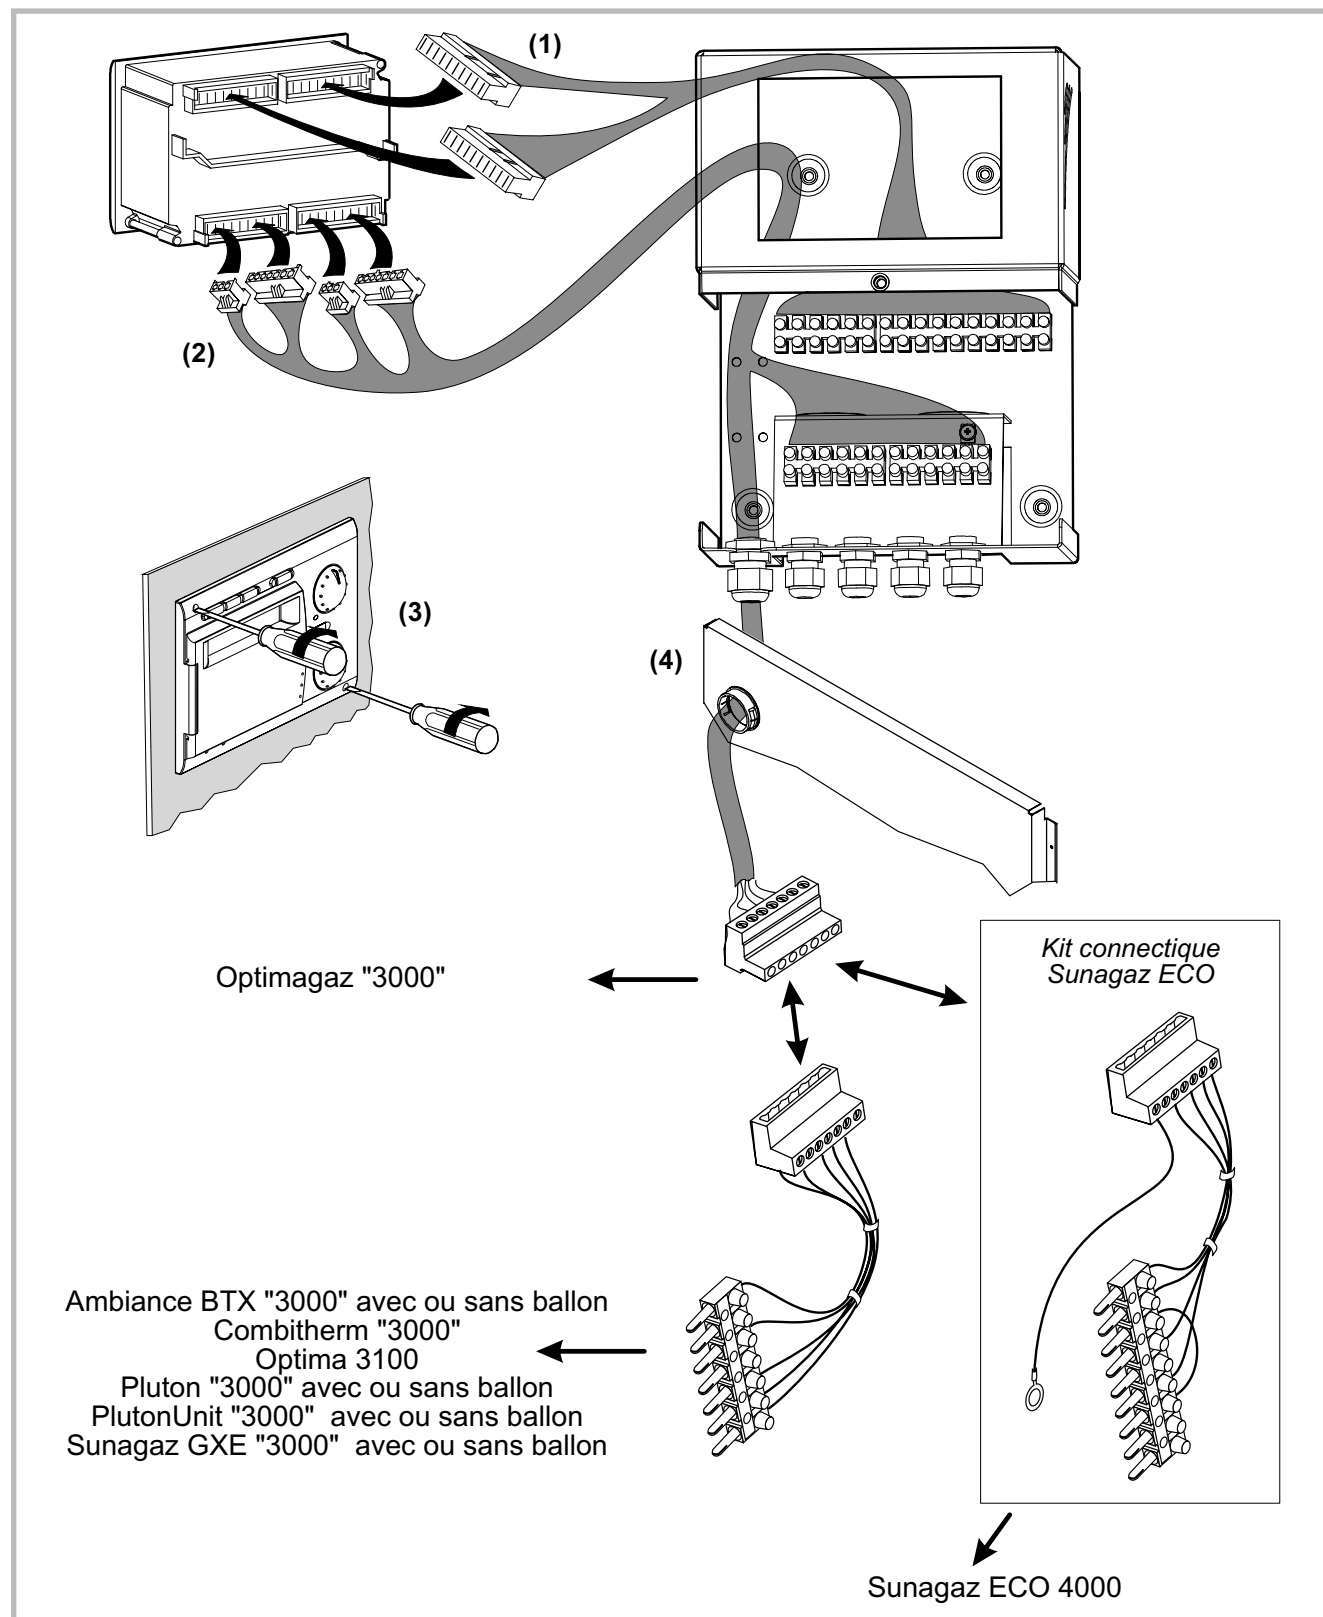
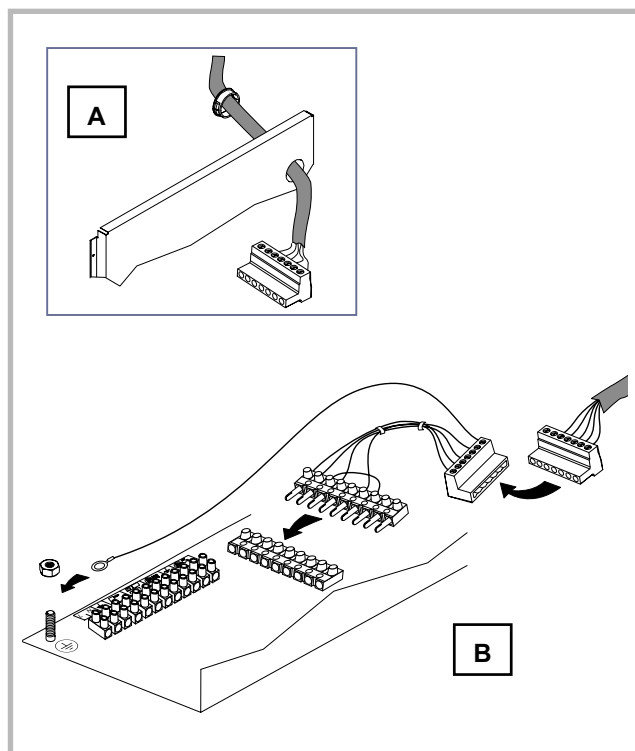

Figure 3 - Raccordement des faisceaux
Figure 7 - Sunagaz ECO 4000
Pour faciliter le passage du connecteur de la réguloBox dans les passe-fils de la chaudière (rep. 4, fig. 3), il est conseillé de procéder comme illustré rep. A, figure 7.
- Brancher le faisceau précâblé sur le connecteur (rep. B, figure 7).
- Raccorder le fil de terre sur le tableau de contrôle (rep. B, figure 7).